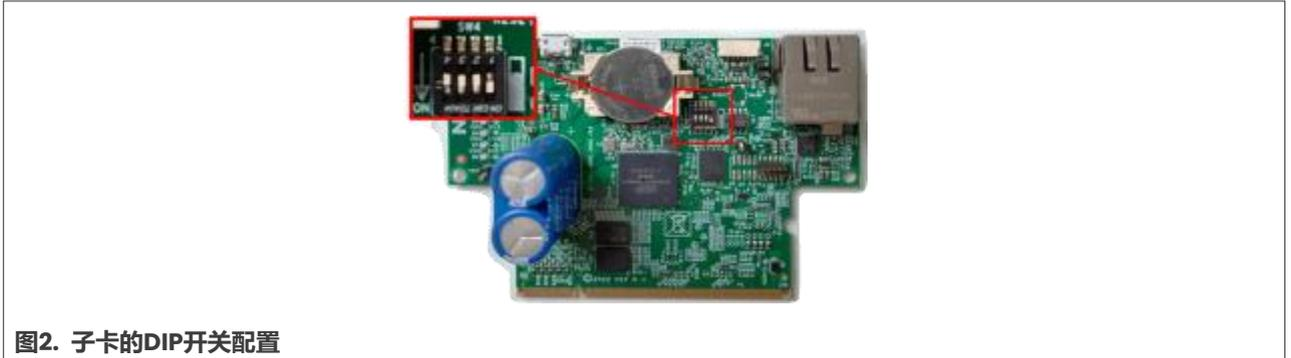

图2. 子卡的DIP开关配置
2. 检查子卡的DIP开关配置是否如图2所示（SW4.1：开；SW4.2：关；SW4.3：关；SW4.4：关 - 串行下载模式（SDP））：